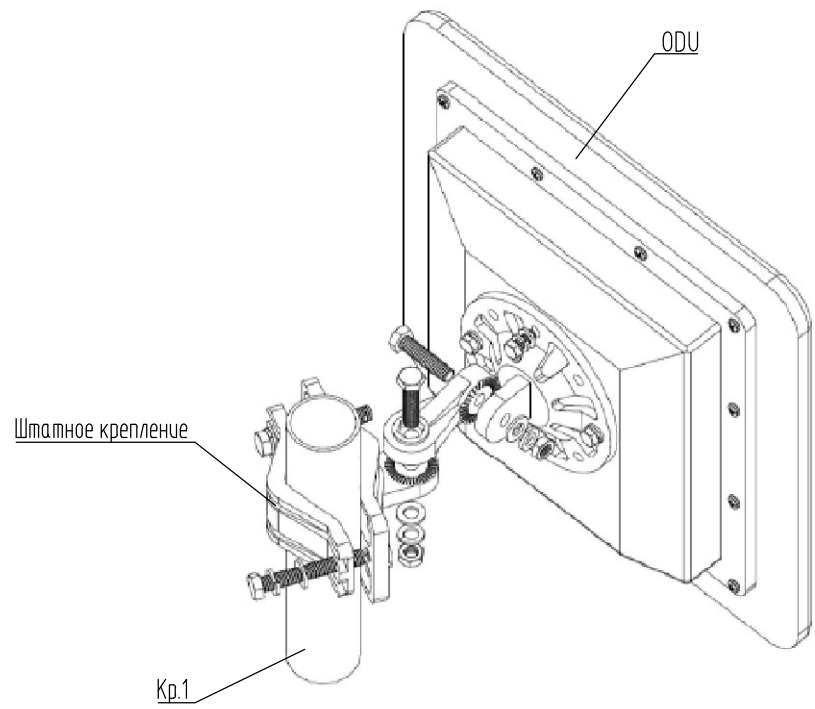

Рис.2 Схема крепления радиомодуля ШПД на АМС.
- Установку ОДУ выполнить штатным креплением, входящим в комплект поставки, на кронштейн Кр.1 согласно рис.2. Чертеж кронштейна см. лист 10. Кронштейн крепить к ограждению площадки обслуживания опоры.